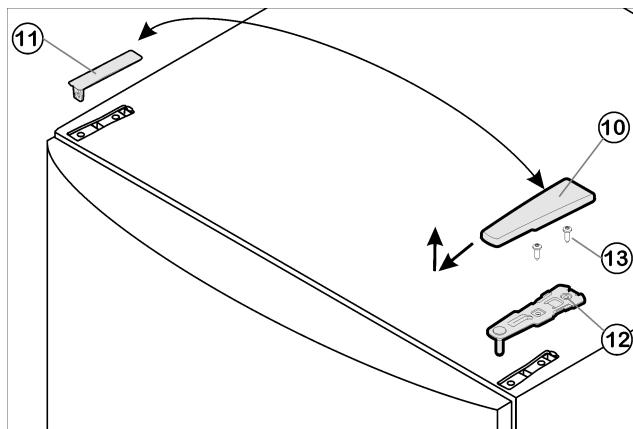

Fig. 4
- Потяните крышку Fig. 4 (10) вперед и вверх.
- Снимите крышку Fig. 4 (11).
- Открутите верхний опорный кронштейн Fig. 4 (12)(2 шт. Torx® 25) Fig. 4 (13) и вытяните вверх.
- ▶ Установите верхний опорный кронштейн Fig. 4 (12) на новой стороне шарнира и защелкните в дверце.
- ▶ Прикрутите верхний опорный кронштейн Fig. 4 (12) (с моментом 4 Нм)(2 шт. Torx® 25) Fig. 4 (13). При необходимости проделайте отверстия или используйте аккумуляторную отвертку.
- ▶ Защелкните крышку Fig. 4 (10) и крышку Fig. 4 (11) на противоположной стороне.